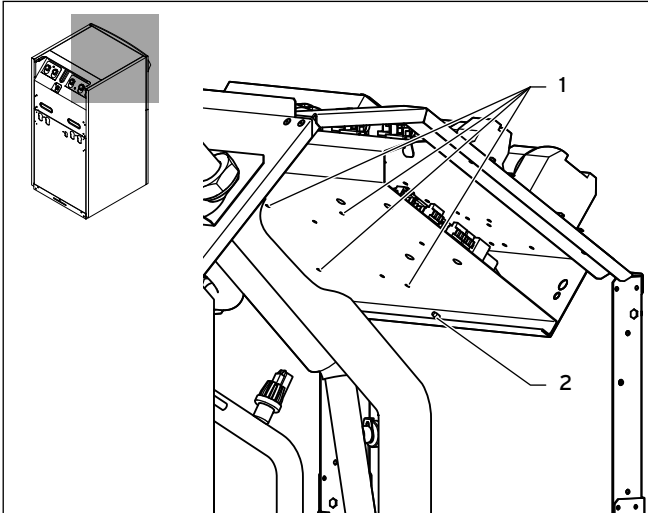

Fig. 4.4 Montage des éléments de fixation sur geoTHERM VWS/VWW/VWL-S ..1 et VWS ..4
- Reliez le connecteur du câble de surveillance des phases du compresseur (9) au connecteur double du câble de surveillance des phases de l'ASB (8).
- Montez le support de câble (10) à l'emplacement approprié dans la partie inférieure de l'armoire de commande afin de fixer le câble de surveillance des phases.
- Relevez de nouveau le niveau inférieur du coffret électrique et revissez la vis (→ Fig. 4.4, rep. 2).
- Branchez le câble d'entrée blanc (7) aux trois bornes de raccordement de droite (11).
- Branchez le câble de sortie noir (6) aux trois bornes de raccordement de gauche (12).
- Branchez le connecteur triple du câble de surveillance des phases de l'ASB (2) à la douille de surveillance de la suite des phases du compresseur.